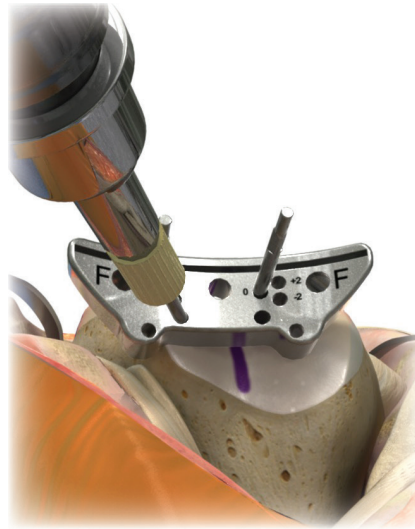

Figura 7
- Una vez que se hayan determinado el nivel de resección y la alineación, deberá insertar un tercer pin en el agujero oblicuo para asegurar el Bloque de Corte Universal en su lugar. Reseccione el fémur distal utilizando una sierra oscilatoria (Figura 7).